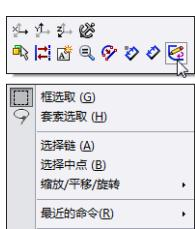

图 6-5 右键快捷菜单
**06** 退出三维草图绘制。再次单击“草图”工具栏中的“3D 草图”图标按钮，或者在绘图区域单击鼠标右键，在弹出的快捷菜单中，单击“退出草图”选项，如图 6-5 所示，退出三维草图绘制状态。